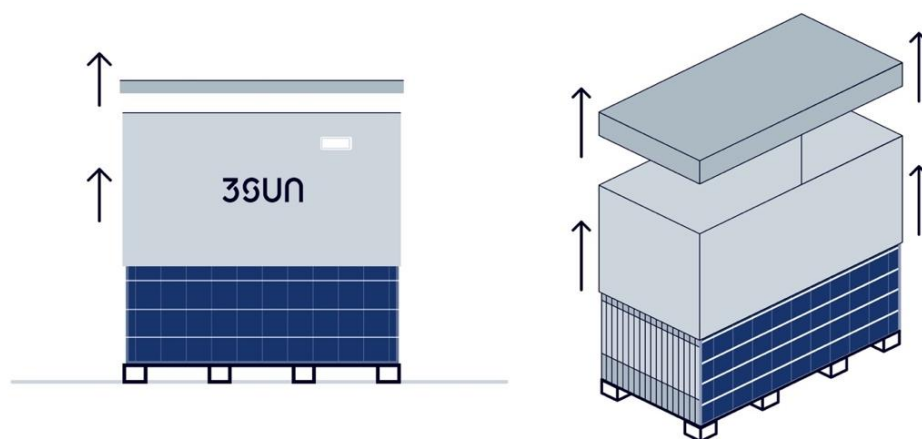

Figura 15: Rimozione del coperchio e dell'imballaggio perimetrale della scatola.
- b) Rimuovere prima il tappo di cartone della scatola e successivamente l'imballo di cartone perimetrale (Figura 15)